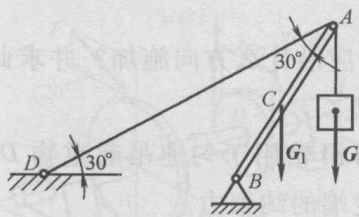

图 1-24
(6) 在安装设备时常用起重扒杆，它的简图如图 1-24 所示。起重摆杆 AB 重 $G_1 = 1.8\text{kN}$ 作用在 C 点，且 $BC = \frac{1}{2}AB$ 。提升的设备重量 $G = 20\text{kN}$ 。试求系在起重摆杆 A 端的绳索 AD 的拉力以及 B 处的约束反力。